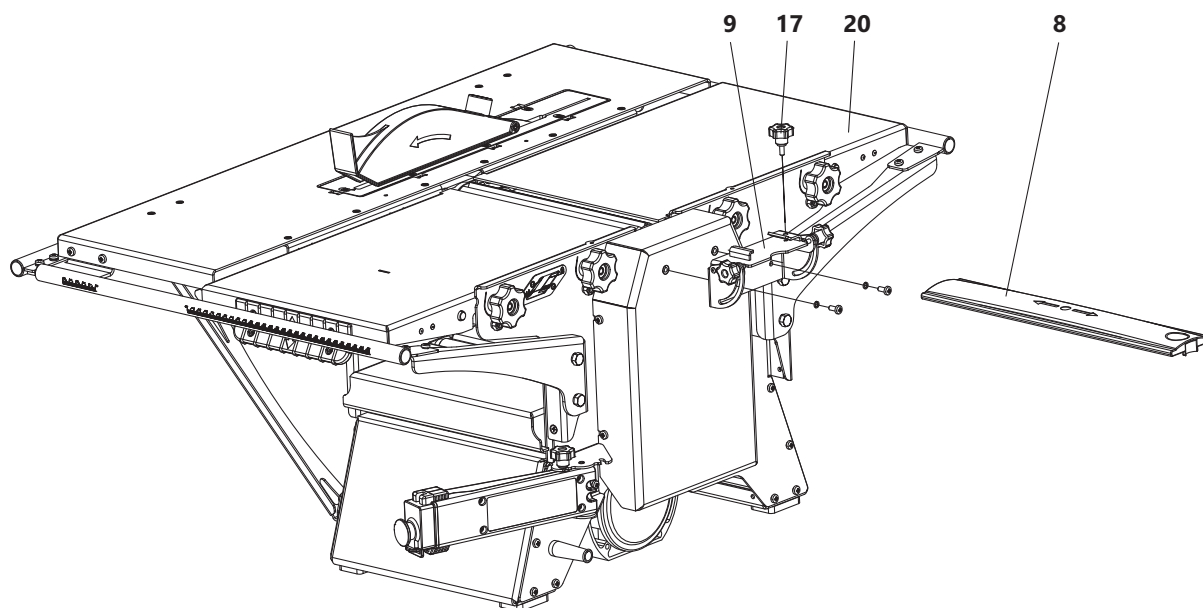

Рис. 7 Установка ограждения ножевого вала с кронштейном
- закрепить кронштейн 9 с помощью винтов и шайб (рис. 7);